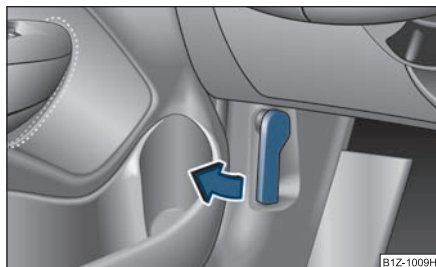

Fig. 207 Maneta de deblocare a capotei motorului
- Trageți maneta de deblocare de sub bord, pe partea conducătorului ⇒ fig. 207.
- Deblocați capota motorului ⇒ fig. 207.